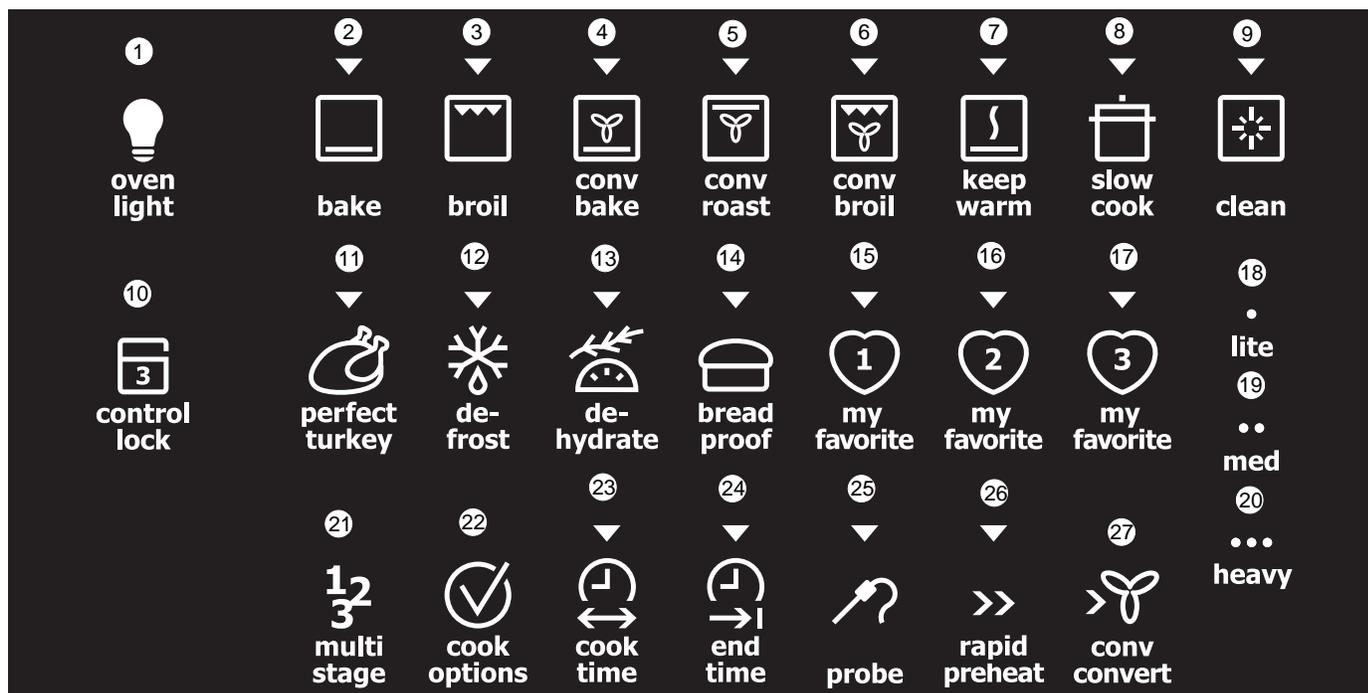

Figure 21 : Replacer la grille de four
3. Avec les deux mains, empoignez les portions supérieure et inférieure de la grille à glissière (Figure 21).
1. Empoignez les portions supérieure et inférieure de la grille à glissière (Figure 21).